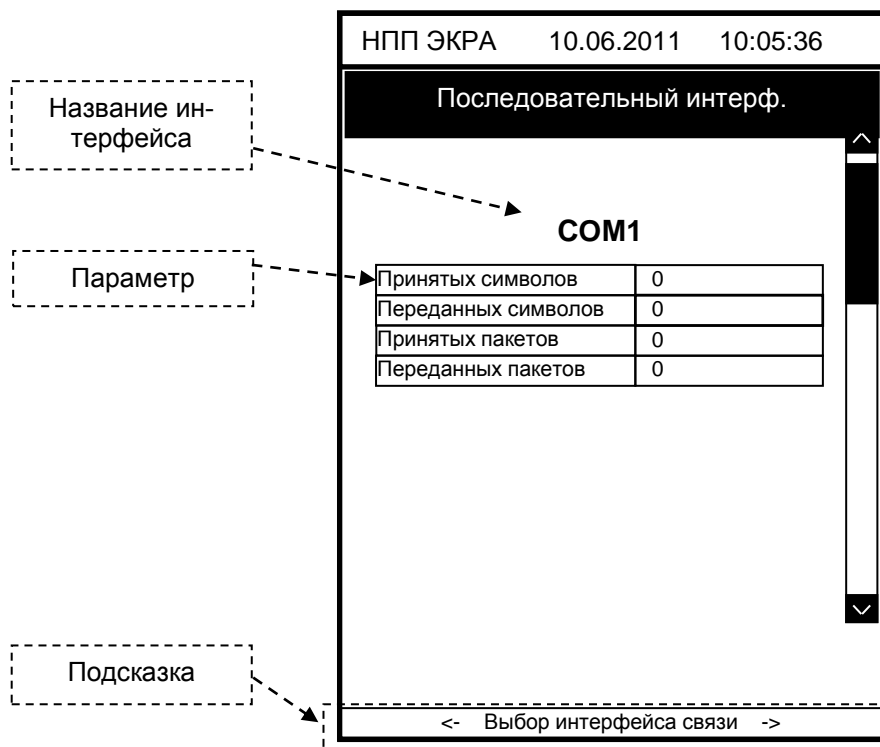

Рисунок 13 – Внешний вид меню **Последовательный интерфейс**
2.6.4.2.1 Меню **Последовательный интерфейс** отображает количественные параметры выбранного интерфейса связи (см. рисунок 13). Выбор интерфейса связи: кнопки «**◀**» и «**▶**».